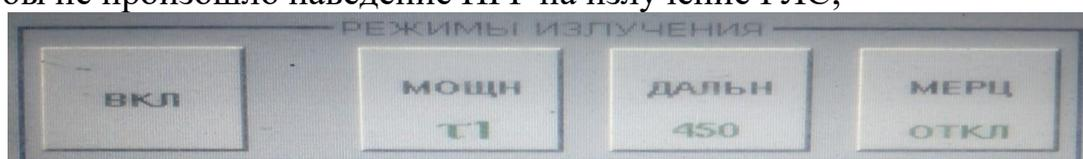
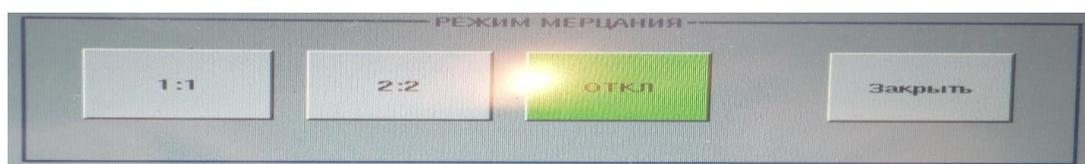

Рис. 5.30. Первый шаг включения режима «мерцание»
Рис. 5.31. Второй шаг включения режима «мерцание»
2) если неизвестно направление применения ПРР, то необходимо вести разведку воздушного пространства в режиме «мерцание», для чего на панели МПС 12 нажать кнопку «МЕРЦ» (рис. 5.30), в открывшемся окне выбрать один из двух режимов работы мерцания «1:1» или «2:2», нажав соответствующую кнопку (рис. 5.31), затем нажать кнопку «ЗАКРЫТЬ», выбранный режим отразится на кнопке «МЕРЦ». В режиме «1:1» станция излучает через один оборот, в режиме «2:2» – через два оборота, благодаря системе вторичной обработки проводка целей не нарушается. Режим мерцания используется для того, чтобы не произошло наведение ПРР на излучение РЛС;